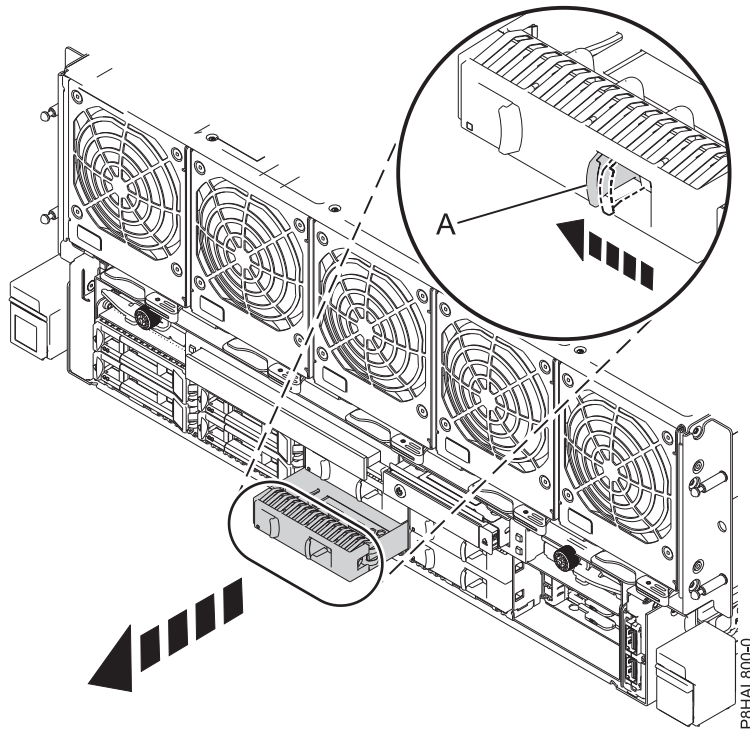

Figura 7. Extracción de un panel de relleno de unidad de disco de un sistema 8408-44E o 8408-E8E
- a. Empuje el pestillo (**A**) en el asa del panel de relleno en la dirección que se muestra en la Figura 7 en la página 15.